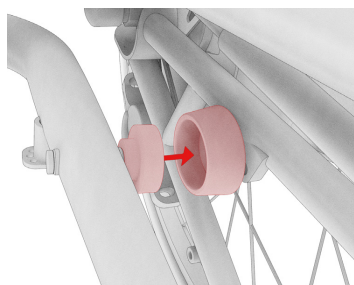

Fig. 2.5
**Assurez-vous que les deux parties du verrou magnétique s'enclenchent bien et verrouillent la fourche avant repliée (Fig. 2.5 + 2.6). Le crochet doit être situé au-dessus le tube inférieur du cadre afin de verrouiller le VELLO en position repliée. Les deux moitiés du verrou magnétique reposent sur la jambe de fourche droite et la base gauche.**